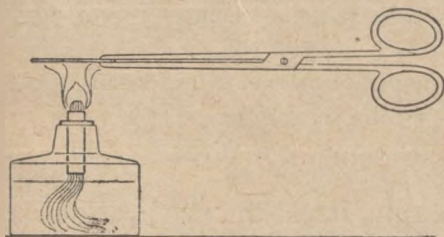

Рис. 19 Накаливание медной пластинки.
1) Сильно нагрейте в пламени лампочки стеклянную трубочку или палочку и затем дайте остыть. Какие изменения стекла вы наблюдали? Сохранило ли стекло свои свойства по остывании? (12)
2) Проделайте то же с осколком фарфора, с платиновой проволокой. Каков результат? (13)
3) Накалите медную пластинку, держа щипцами или пинцетом (рис. 19). Счистите получившийся на меди темный налет (окалину) на бумагу лу-